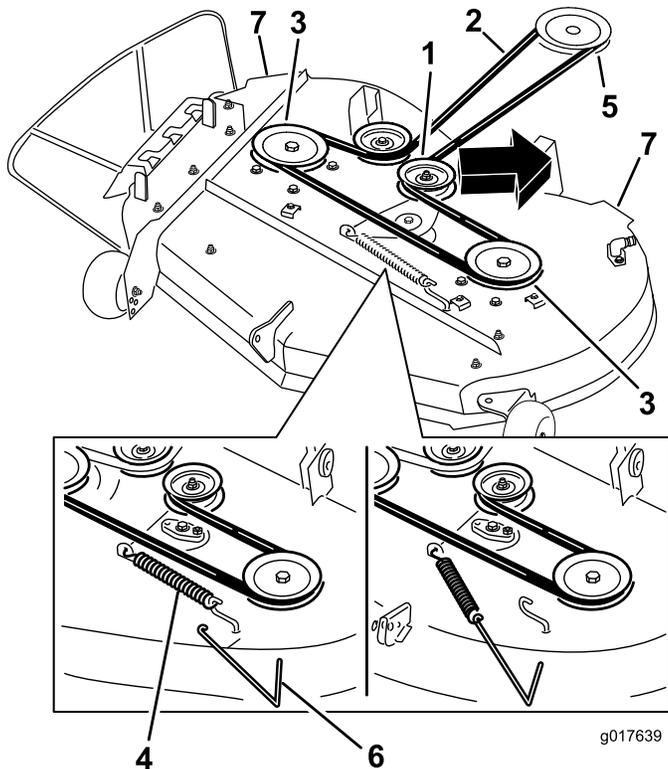

Figura 58
gancho de la carcasa para eliminar la tensión de la polea tensora, y retire la correa de las poleas (Figura 58).
6. Pase la correa nueva alrededor de las poleas del motor y del cortacésped (Figura 58).
7. Usando una herramienta para la retirada de muelles (Pieza Toro N° 92-5771), instale el muelle tensor sobre el gancho de la carcasa, tensando la polea tensora y la correa del cortacésped (Figura 58).